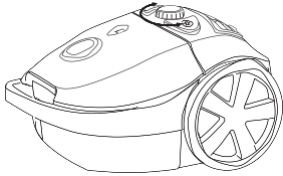

Abbildung 7 Saugkraftregler
- Sie können die Saugkraft mit dem Saugkraftregler einstellen, siehe Abbildung 7. Wenn Sie zum Beispiel gepolsterte Möbel oder Gardinen saugen, ist es ratsam, die Saugkraft zu verringern. Dadurch verhindern Sie, dass die Textilien in die Saugdüse gezogen werden.